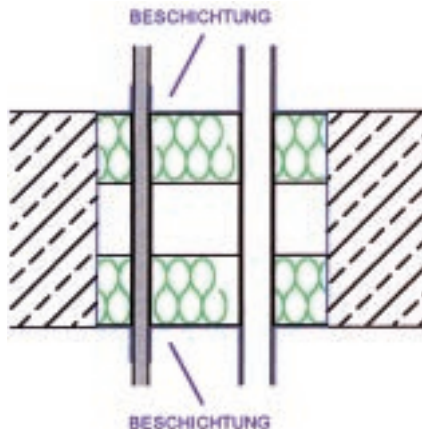

Bild 20
- Die beiden Plattenaußenflächen und sämtliche durchgehenden Einbauteile (zB Kabeln, Elektrotrassen, Rohre) müssen mit einem im Brandfall aufschäumenden Dämmschichtbildner in den geprüften und angegebenen Dicken des Herstellers beschichtet sein (Bild 20).